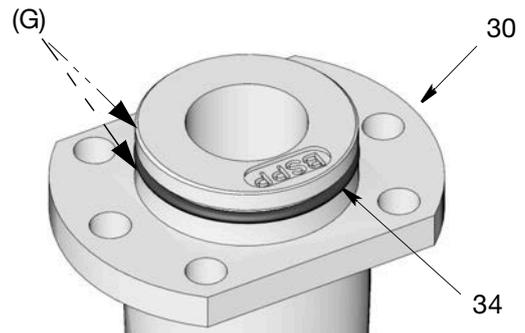

FIG. 11
- Verifique que la junta tórica (34) de la salida esté aún en su lugar en la salida (30). Aplique una capa fina de grasa (G) en la junta tórica como se observa en la FIG. 11.